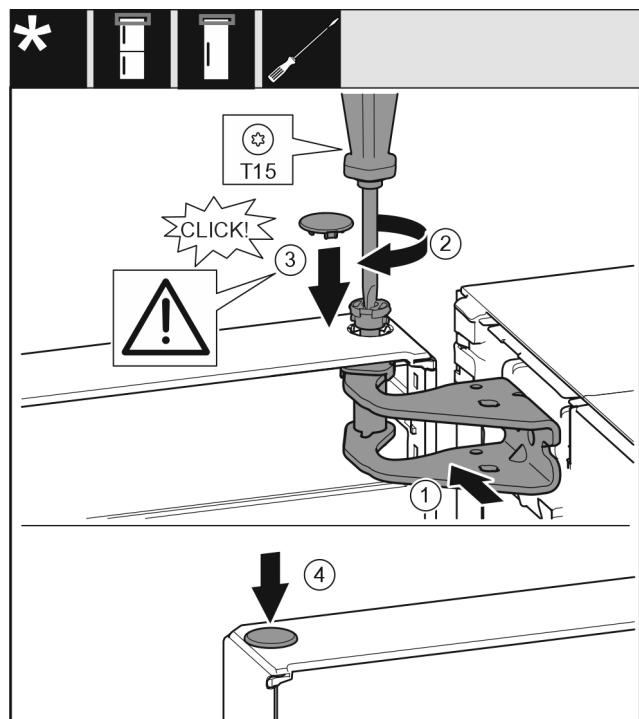

Fig. 22
- Вирівняйте дверцята зверху по отвору в опорному кронштейні. Fig. 22 (1)
- Вставте палець та закрутіть за допомогою викрутки T15. Fig. 22 (2)
- ▶ Встановіть захисну кришку для захисту дверцят: вставте захисну кришку і проконтролюйте, щоб вона прилягала до дверцят. Якщо це не так, повністю вставте палець. Fig. 22 (3)
- ▶ Вставте пробку. Fig. 22 (4)